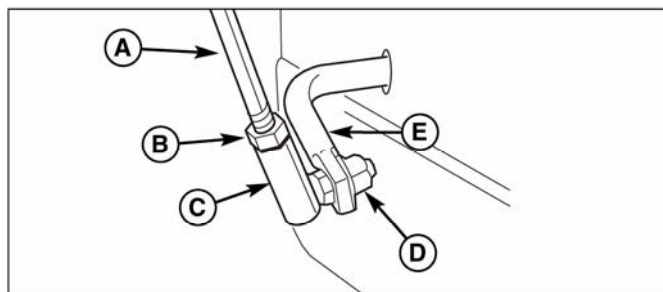

Рис. 19. Тяга рычага переключения скоростей
7. Ослабьте прижимную гайку (B, рис. 19).
8. Снимите контргайку (D).
9. Передвиньте фрикционный диск (A, рис. 19) на правильное расстояние – 10,95 см.